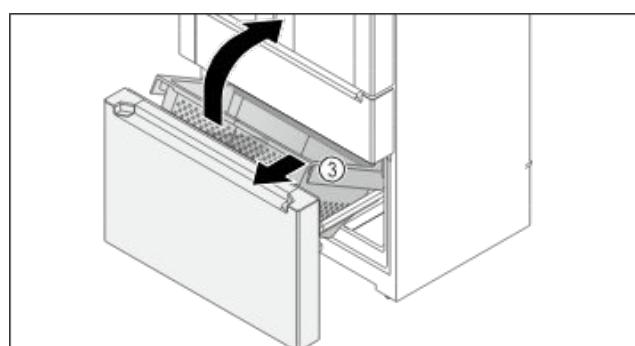

Fig. 152
- ▶ 向上抬起容器 Fig. 152 (3) 前部。
- ▶ 朝前斜着取出容器 Fig. 152 (3)。